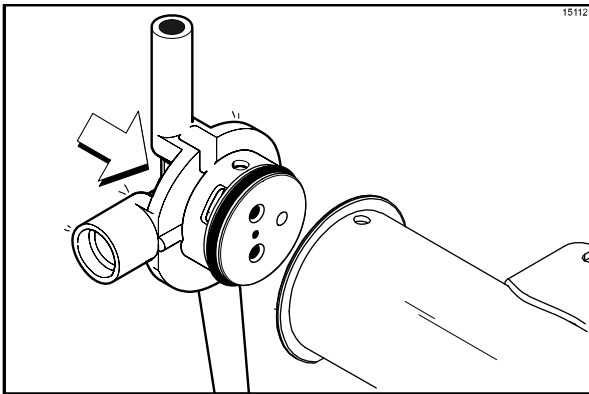

Abbildung 149
8. Die Produkteinlassbaugruppe in das Pumpengehäuse einsetzen. (Siehe Abbildung 149.)